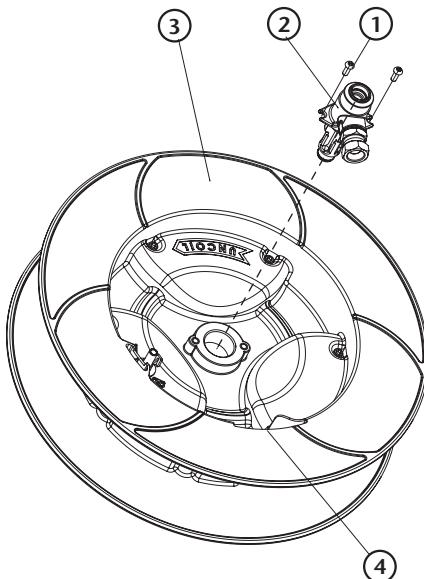

Abb. 19
- 13.** Lösen Sie auf der gegenüberliegenden Seite der Trommel die Schrauben (1) (Abb. 19), mit denen die Trommelwelle (2) (Abb. 19) an der Scheibe (3) (Abb. 19) befestigt ist. Speichern Sie die Komponenten, um sie später erneut zu installieren.
- 14.** Ersetzen Sie die Scheibenbaugruppe (3) (Abb. 19) durch die neue Scheibe und bauen Sie die Komponenten in umgekehrter Reihenfolge wieder zusammen. Beginnen Sie mit der Montage der Messingscheibenwelle (2) (Abb. 19) durch Anziehen der Schrauben (1) (Abb. 19). Wenden Sie beim Anziehen dieser Schrauben nicht mehr als 4 Nm Drehmoment an, um Kunststoffbruch zu vermeiden. Um die Scheibenwelle (2) (Abb. 19) in der richtigen Position zu montieren, achten Sie darauf, sie so zu montieren, dass die Verschraubung zum Scheibenfenster (4) zeigt (Abb. 19).